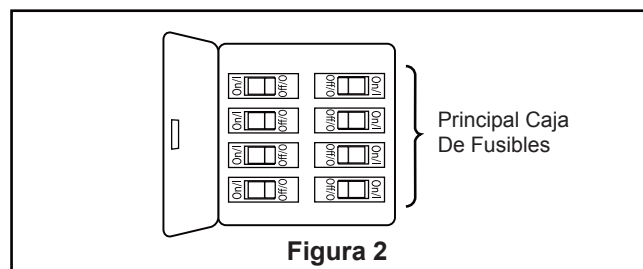

Figura 2
2. Coloque la cubierta embellecida en la parte inferior de la placa de las palas. (Figura 2)
2. Restaure la fuente de alimentación de la toma de corriente enciendo la electricidad del fusible principal. (Figura 2)